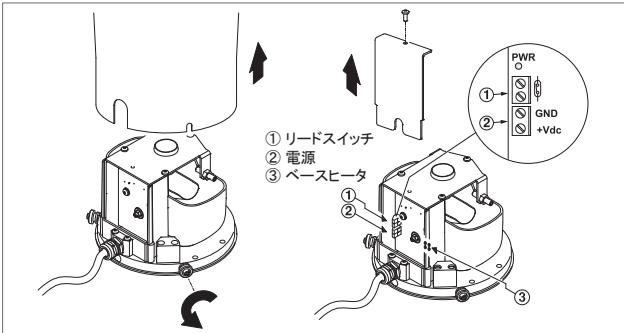

Fig.1 電気的接続(ヒータ付バージョン)
雨量計は地表、またはオプションの取付けキットの使用により、地面から500mmの高さに高架取付けができます(他の高さ用の支持サポートも製作可)。床取付けの際正確な水準が保てるよう、雨量計には3箇所に調整ネジ付の支持ボルトが備わっています。高架取付けの場合は、雨量計の金属ベースに固定し、支柱を挿入する支持板が準備されています(オプションの取付けキット)。支柱の下部には平面の床に取付けるためのフランジまたは地面に突刺するための杭状のシャフトを装着することができます。Fig.1~4に異なる取付け方法が示されています。
雨量計の転倒機構が正しく動作し、正確な測定を行うためには雨量計を完全な水平に設置することが重要です。これを補助するため雨量計の金属ベース部には気泡水準器が備わっています。取付けの際は、集水コーンを支えているアルミシリンダー側面の3箇所のネジをゆるめて下さい(Fig.1参照)。ヒータ付バージョンHD2015R/R1には、コーンの頂点部に加熱用の抵抗が装着されています。ヒータはコーンを持ち上げると自動的に外れます。
端子ブロックの保護カバーを外し、Fig.1の示す通りに接続を行います。図の①で示されている雨量計の出力は雨量計データロガーHD2013-DBの入力端子(詳細はデータロガーの説明を参照)、パルスカウンターまたはその他のデータロガーへ接続します。
ヒータ付バージョンにはヒータ抵抗用の電源が必要です。使用する電源電圧は発注時に指定が必要です。Fig.1の②に接続します。